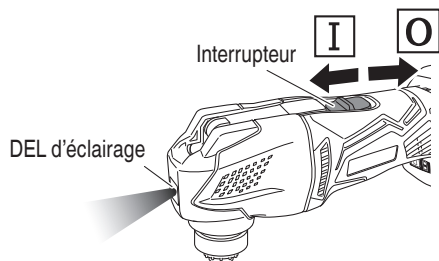

Fig. 8
6. En faisant coulisser le bouton vers **I**, l'outil s'allumera, activant simultanément le témoin lumineux qui illuminera l'outil d'application. (Fig. 8)